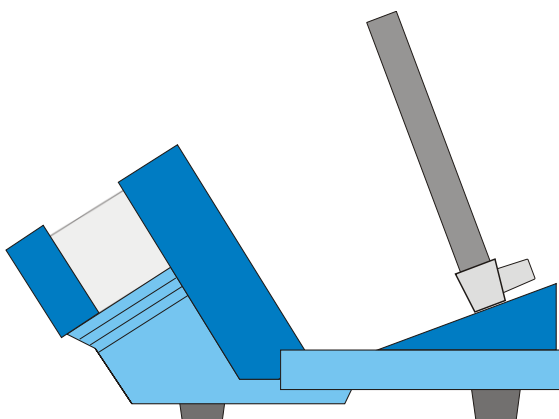

Fig. 3a Montagem da bobina para campo axial
- Instalar o pé da bobina na frente na calha. Prestar atenção para que os conectores estejam virados para fora (ver fig. 3a).